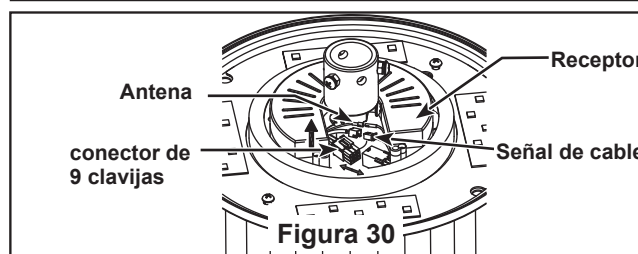

Figura 30
- ☐ 2. Desconecte la antena, la señal de cable y conector de 9 clavijas continuación, remplace con el receptor nuevo. (Figura 30)